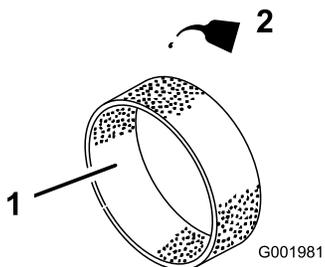

Рисунок 40
4. Вылейте 30–59 мл масла на элемент (Рисунок 40).